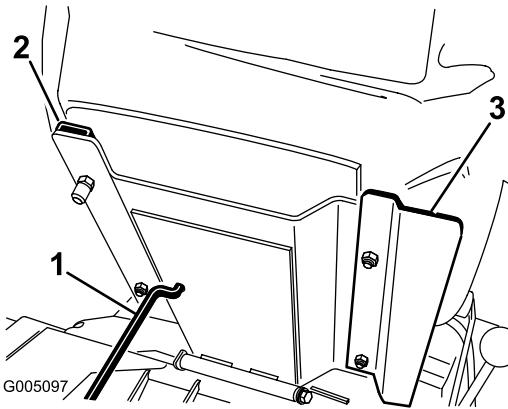

Figura 5
3. Fissate il sedile, il pannello e le guide di scorrimento con i dadi di bloccaggio (0,79 cm) (Fig. 6) forniti come parti sciolte. Montate il pannello del sedile sul lato destro e posizionate lo come mostrato in Figura 5.